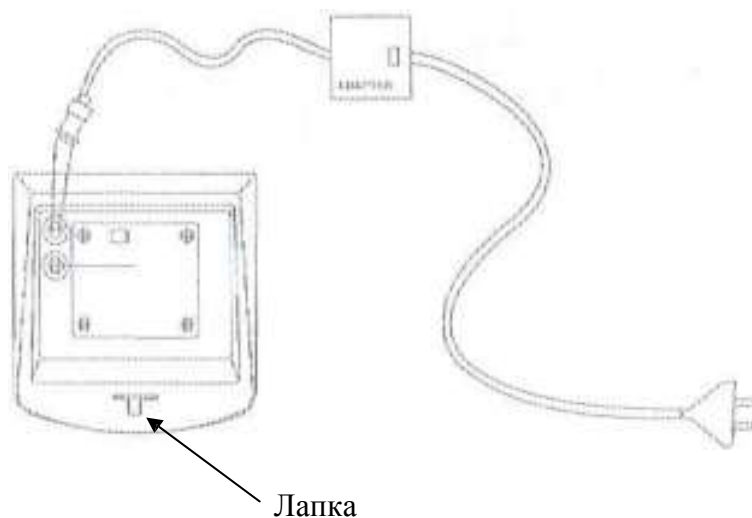

Рисунок 5.1 – Расположение фиксирующей лапки
- ❑ Откройте заднюю крышку весов, нажав на фиксирующую лапку вниз (см. рисунок 5.1).